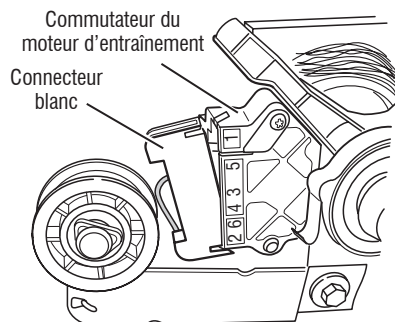

Figure 6 – Débrancher le connecteur blanc.
8. Débrancher le connecteur blanc du contacteur du moteur. Voir figure 6.